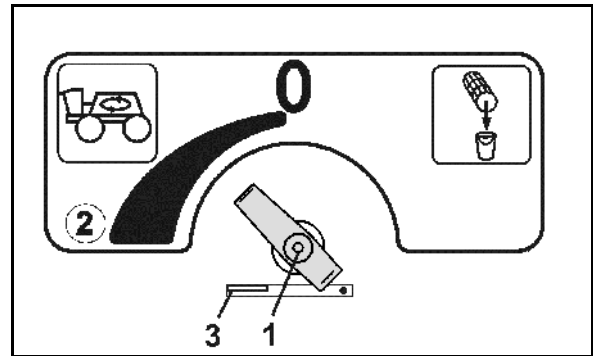

图 73
- 在设置龙头（图 73/1）上设置附加搅拌器。
设置龙头在位置0上时，附加搅拌器关闭。在位置（图 73/2）上时搅拌功率最大。
压力过滤器（图 73/3）排水功能的安全装置。